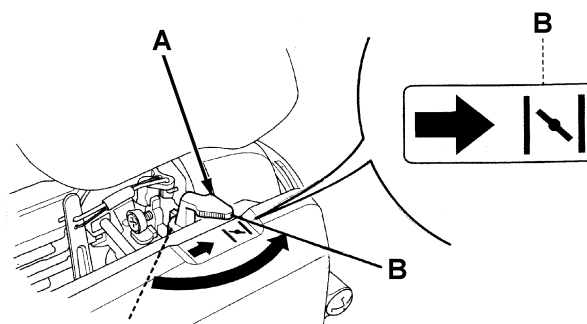

Abbildung 3
4. Den Lufthebel (Starter) (A, Abb. 3) auf „geschlossen“ Position (B) stellen, ohne die Haube (7) zu heben, sondern beim Einführen der Hand durch den Zugriffsbereich (29).
7. Wenn den Motor für ungefähr 5 Sekunden läuft, den Lufthebel (Starter) (A, Abb. 3), ohne die Haube (7) zu öffnen, sondern beim Einführen der Hand durch den Zugriffsbereich (29), ausschalten.
8. Die Pedalbremse (26) (Option) lösen.
9. Den Seitenbesen (10) senken, dann den Befestiger (2) lösen und den Knopf (12) niededrücken (ohne Drehen).